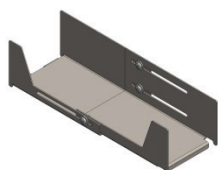

Figure 29
- 7.1 En faisant face au bâti, installer tout d'abord le plateau d'acheminement gauche (Figure 29). Placer le plateau en position fermée à l'endroit voulu et l'ouvrir jusqu'à ce que les languettes puissent être respectivement placées dans la fente d'acheminement gauche (Figure 32) et au-dessus de la partie centrale du bâti.